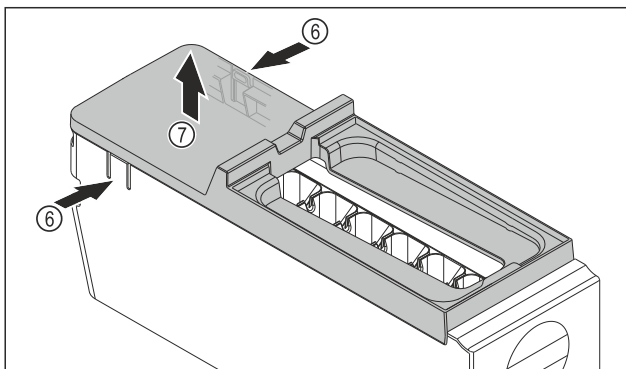

Fig. 131
- ▶ Fjern dekselet til hoveddelen til EasyTwist-Ice: Trykk på tappene Fig. 131 (6) på begge sider av hovedenheten til EasyTwist-Ice- med én hånd.
- ▶ Fjern dekselet Fig. 131 (7) ved å trekke det oppover med den andre hånden.